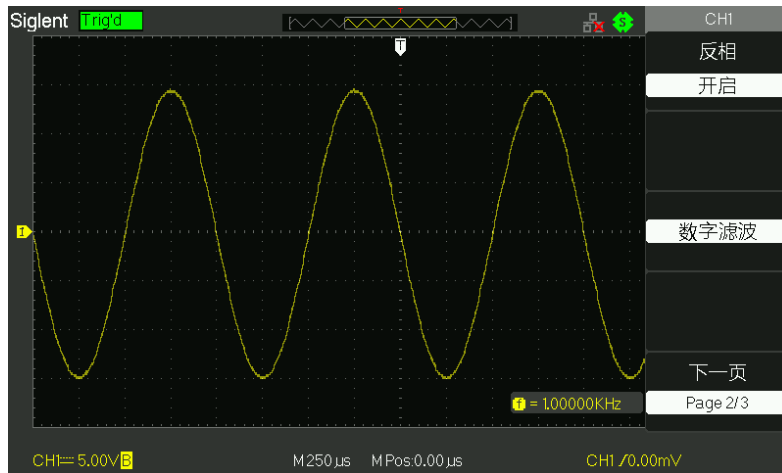

图 2-10 波形反相设置
- 按【1】选择【反相】为【开启】，显示的信号相对于地电位翻转 180°。如图 2-10 所示：